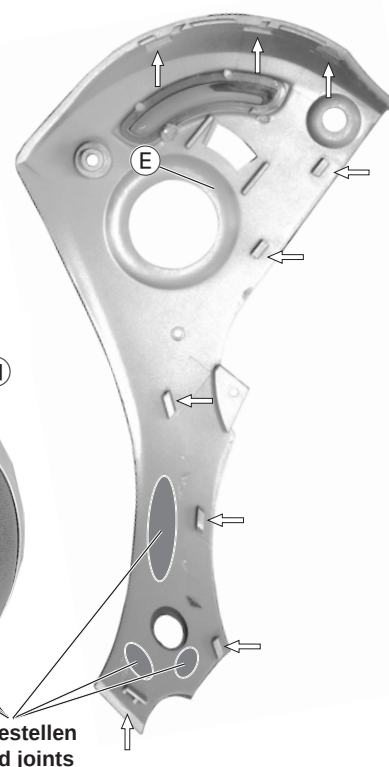

Fig. 2
Die Abdeckung wird durch Rastnasen gehalten und ist **zusätzlich** an den **markierten Stellen verklebt**. Öffnen Sie die Cassettenfachklappe und hebeln Sie die Blende an der Stelle (J) beginnend in Pfeilrichtung **vorsichtig** auf. Wenden Sie zuviel Kraft auf, können Rastnasen oder die Blende brechen! In Fig. 2 sehen Sie die Anordnung der Rastnasen.
The cover is fixed by catches and **additionally glued** at the **marked positions**. Open the cassette door and **carefully** level off the cover at point (J) in the direction of the arrow. **Be careful** not to break the cover or the catches. The catches are shown in (Fig. 2).